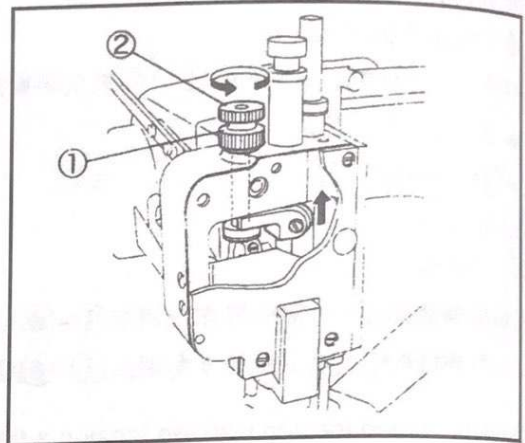

Fig.25
(1) 針在最底點的位置。
(2) 鬆開螺絲①，然後逆時間旋轉調整螺母②抬起壓腳。(Fig.25)